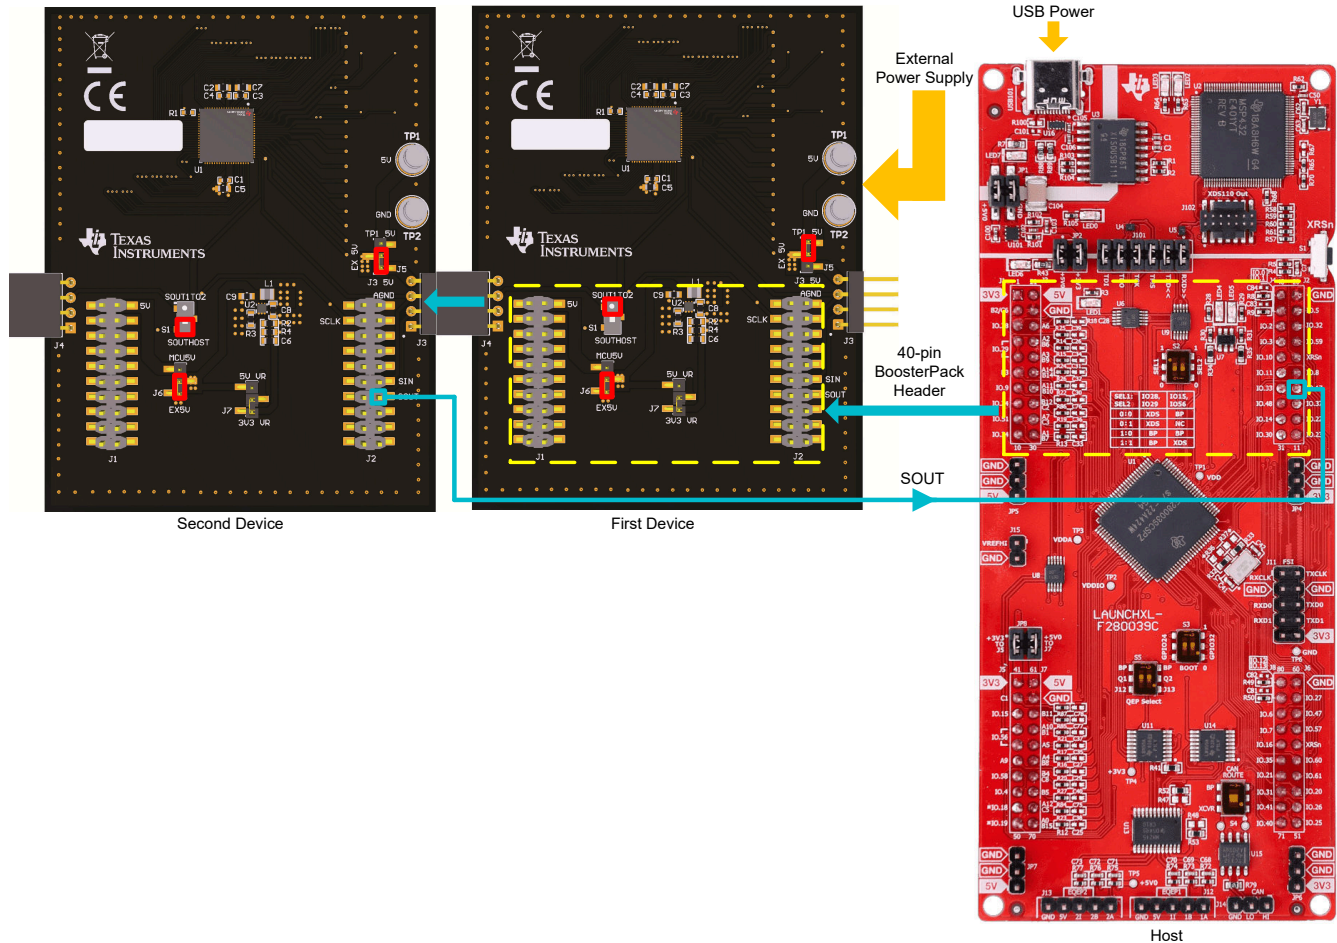

图 2-4. 与 TMS320F280039C LaunchPad 连接的双级联 LP5891Q1EVM
2. 对于第一个 LP5891Q1EVM，将 J5 跳线放在 TP1 5V 和 EX 5V 上。然后，将 J6 跳线置于 EX5V 和中间位置。将开关 S1 设置为 SOUT1TO2。这些设置在图 2-4 中的第一个器件上用红色框标记。
3. 对于第二个 LP5891Q1EVM，将 J5 跳线放在 J3 5V 和 EX 5V 上。然后，将 J6 跳线置于 EX5V 和中间位置。将开关 S1 设置为 SOUTHST。这些设置在图 2-4 中的第二个器件上用红色框标记。
4. 使用 TMS320F280039C LaunchPad 连接第一个 LP5891Q1EVM 上的 BoosterPack 连接器（J1、J2），连接方法如图 2-4 所示。
5. 将第一个 LP5891Q1EVM 的 J4 连接器连接到第二个 LP5891Q1EVM 的 J3 连接器。方向如图 2-4 所示。
6. (可选) 通过另一根 1 引脚电缆 (在图 2-4 中标记为底部蓝线) 将第二个 LP5891Q1EVM 上连接器 J2 的 SOUT 引脚连接到 TMS320F280039C LaunchPad 上连接器 J2 的 IO.17 引脚。此步骤使 LP5891Q1EVM 能够向主机 TMS320F280039C LaunchPad 报告 LOD (LED 开路检测) 和 LSD (LED 短路检测)。